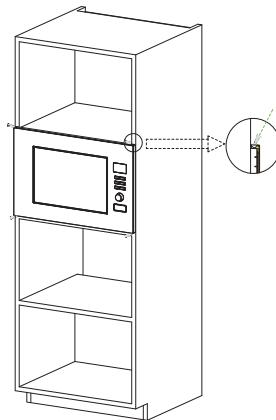

Fig. 2
- b) Utilice los tornillos del embalaje de piezas para fijar el horno de microondas en el armario. (Fig. 2)